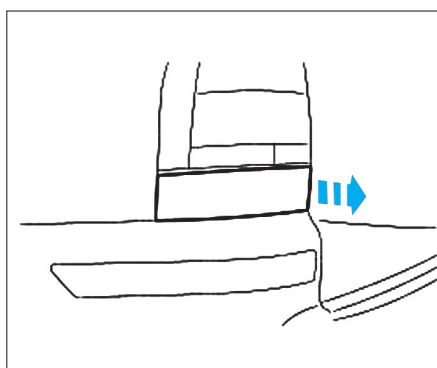

Fig. 95
• Déposer les panneaux de garnissage de glissière de support de couvercle de pare-chocs (Fig.95).